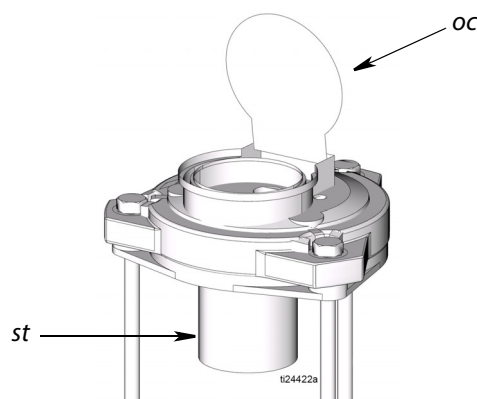

Рис. 4
**ПРИМЕЧАНИЕ:** Сетчатый фильтр (st) установлен на колпачке маслосливного патрубка (oc), чтобы предотвратить загрязнение смазочного материала инородными материалами (Рис. 4).